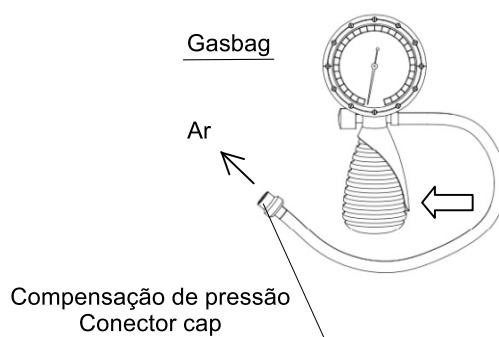

Fig 7.2 Testador de vazamento
1. Confirme se o testador de vazamento está livre de rachaduras, arranhões, falhas, detritos e / ou outros dano. (Ver Fig 7.2)
2. Pressione o saco de gás, confirmou que o testador de vazamento esgota o ar do conector (consulte Fig 7.2).